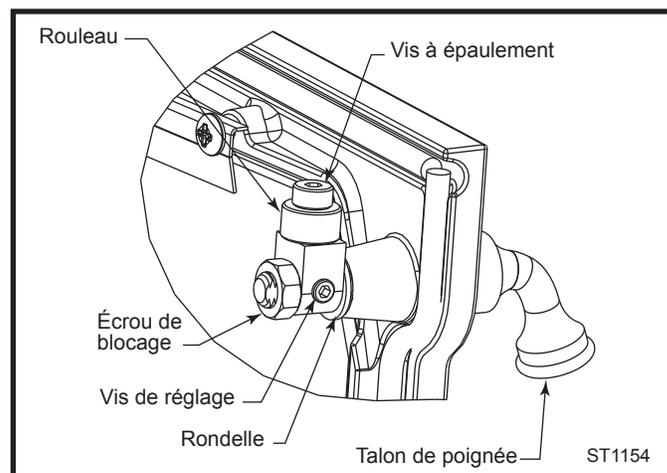

Fig. 43 Ajuster l'étanchéité de la porte en tournant le cliquet et/ou en retirant la rondelle.
1. Desserrez l'écrou de blocage avec une clé 9/16". (Fig. 43)